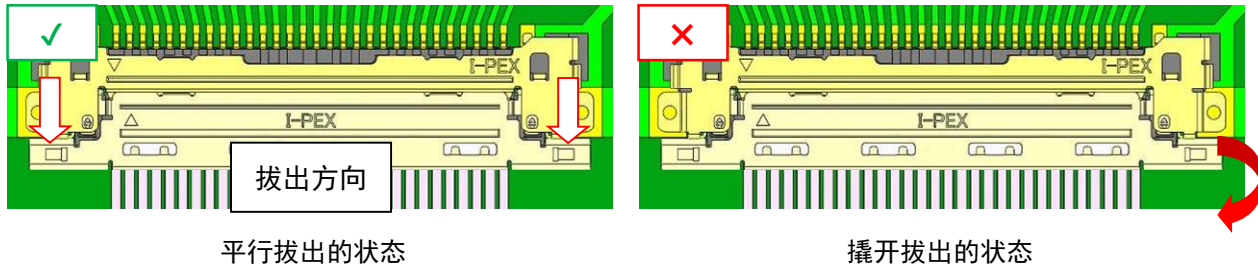
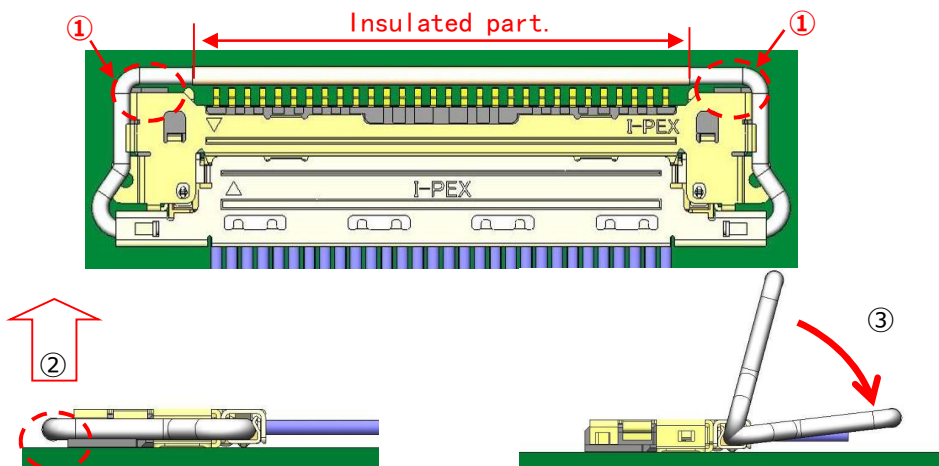

图 10
图 12
如图 10 所示，对应基板侧的连接器，插头连接器沿箭头方向平行拔出。
如图 12 所示，两侧①所示地方任选一处，如②抬起拉环，解除与插座连接器的锁扣后，向③方向回转拉环。进行与图 10 同样的拔出方法。
**注意：使用①以外的地方向②方向抬起拉环时，拉环可能变形或者连接器破损。**
如图 12 所示，两侧①所示地方任选一处，如②抬起拉环，解除与插座连接器的锁扣后，